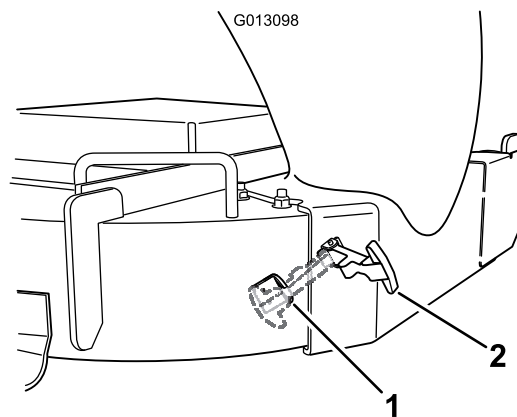

Figura 20
8. Enganche el cierre flexible del conducto en el soporte de retención soldado a la pared lateral de la carcasa de corte (Figura 20).